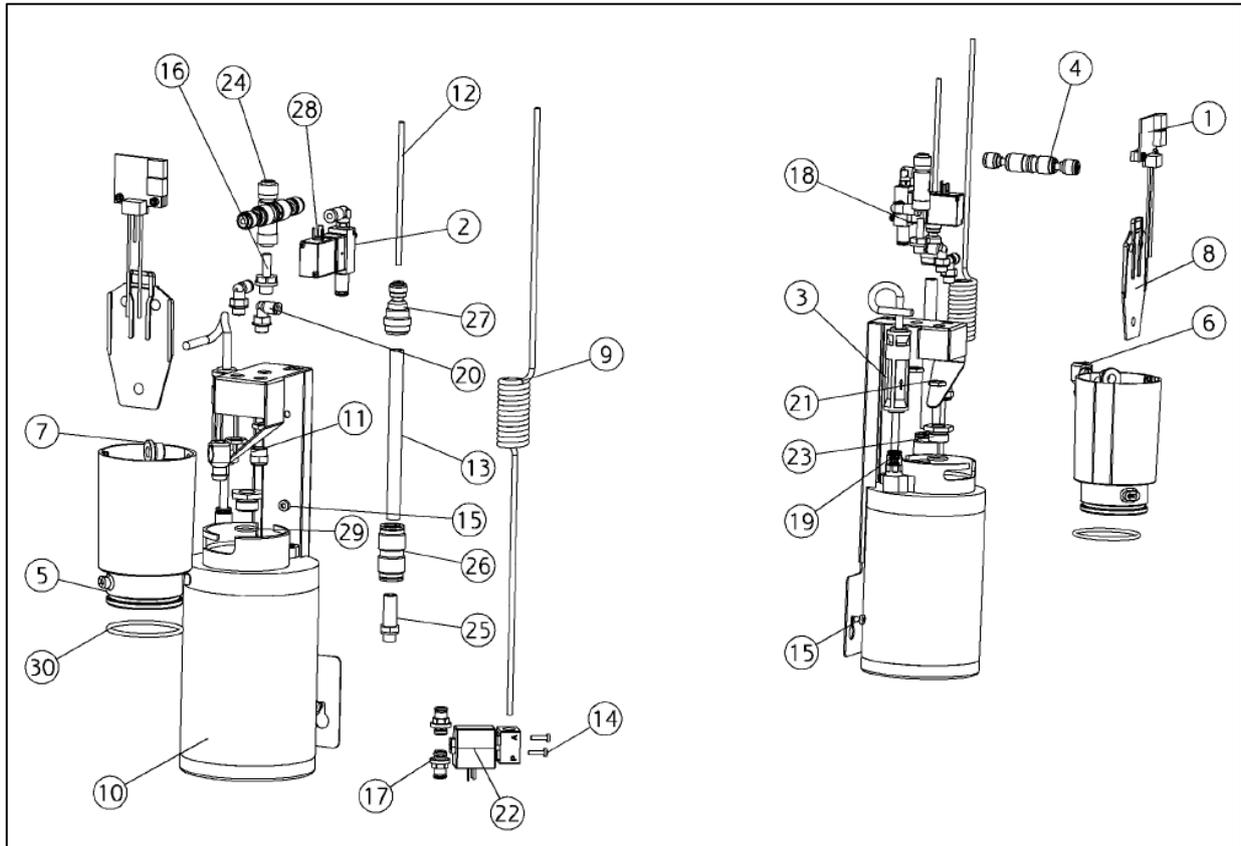

Figure 1
B7	Remplacer la cloison de séparation (MG-767) – Voir (8) in Figure 1.
B8	Remplacer les joints toriques (UH-246) lubrifier les avec la graisse Paraliq (YR-032) – Voir (30) in Figure 1.
B10	Remplacer le filtre à eau (UH-236) – Voir (3) in Figure 1.